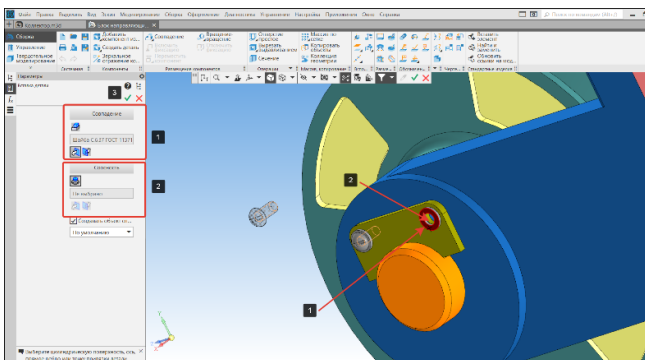

Рисунок 346 – Сопряжение Винт-Шайба
- Для сопряжения Винт-Шайба укажем плоскость сопряжения совпадения (плоскость шайбы) (1) и соосность (отверстие планки) (2) (Рисунок 346). Выполним сопряжение для всех соединений с винтом;